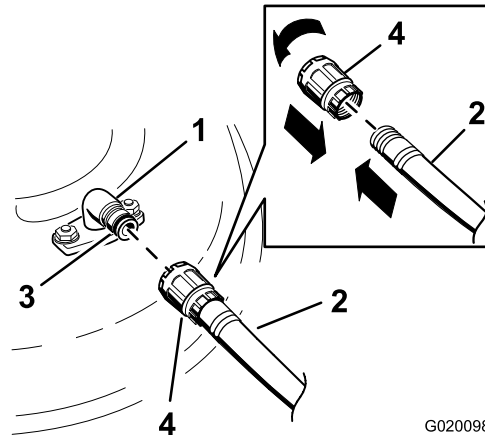

Figure 64
3. Branchez le raccord du tuyau d'arrosage à l'embout de lavage de la tondeuse et ouvrez l'eau en grand (Figure 64).